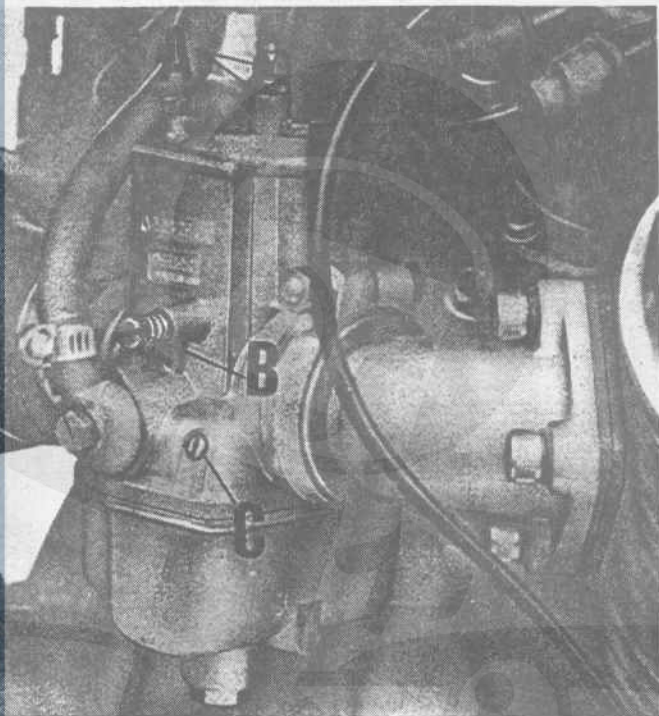

Fig. 17
gas sui carburatori si dovrebbe individuare se le valvole aprono in uguale misura e nel medesimo istante: eventuale differenze di apertura vanno corrette agendo sulla vite tendifilo (vedere A di fig. 17) di un carburatore sino a che, ruotando la manopola gas, si constata la perfetta sincronizzazione di apertura delle valvole gas.
- 3) Regolare il minimo benzina agendo sulla vite C di fig. 17. Svitandola si aumenta l'afflusso di benzina, avvitala si diminuisce. Per la regolazione, portare la vite a fondo corsa e successivamente svitarla di 1 giro e $\frac{1}{2}$ a 2 per il carburatore sul cilindro sinistro; di 2 giri a 2 giri e $\frac{1}{2}$ per il carburatore sul cilindro destro.
Con motore funzionante a circa $1.000 \div 1.200$ giri, staccare la candela da un cilindro ed agire sulla vite C di fig. 17 del carburatore del cilindro opposto svitalandola o avvitalandola in un campo limitato sin tanto che si raggiunge il punto di miglior rendimento e cioè un leggero aumento di giri.
vite di regolazione minimo valvola gas (vedere B di fig. 17) fino a che il motore si spenga entro detto numero di giri. Ripetere l'operazione sul cilindro destro staccando il cavo candela dal cilindro sinistro ed avviare il motore; se il cilindro destro è nella normalità il motore deve spegnersi entro quattro o cinque scoppi, altrimenti passare alla regolazione
agendo sulla vite (vedere B di fig. 17) come sopra sino a che il motore si spenga entro il medesimo numero di scoppi: riattaccare quindi il cavo alla candela del cilindro sinistro.